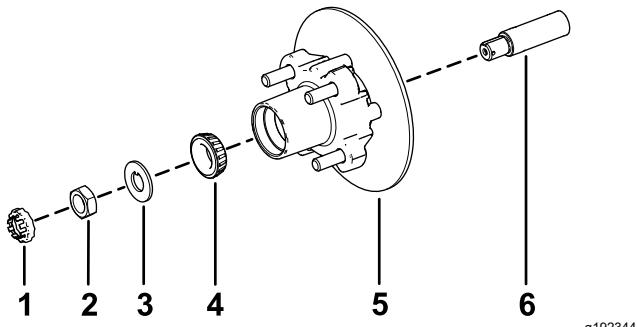

Figura 42
1. Lubrificate leggermente il mandrino con il grasso specificato (Figura 42).
2. Montate il mozzo e il rotore sul mandrino con il rotore verso l'interno (Figura 42).
3. Montate il cuscinetto esterno sul mandrino e inserite il cuscinetto sull'anello esterno (Figura 42).
4. Montate la rondella di sicurezza sul mandrino (Figura 42).
5. Avvitate il dado del mandrino sul mandrino e serrate il dado a  $15 \text{ N}\cdot\text{m}$  mentre ruotate il mozzo per posizionare in sede il cuscinetto (Figura 42).
2. Allineate le pastiglie dei freni su ciascun lato del rotore (Figura 38) e i fori sulla staffa della pinza con i fori sul supporto del freno del telaio del mandrino (Figura 42).